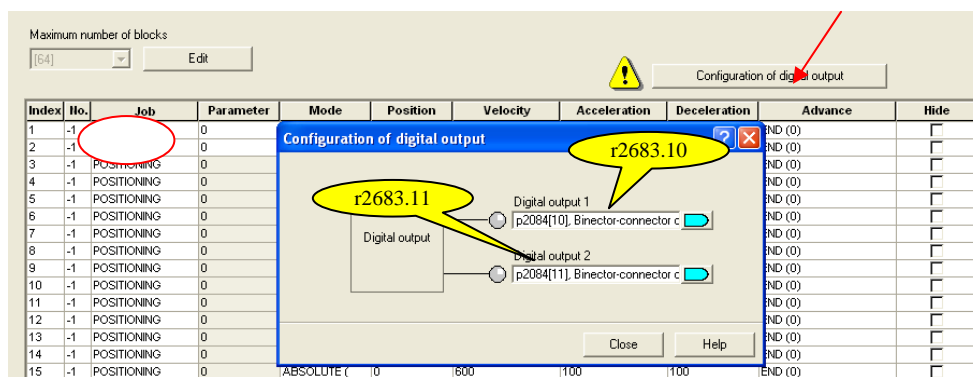

图 15
p2622[x] = 0x1: Output 1; p2622[x] = 0x2: Output 2; p2622[x] = 0x3: Output 1 和 2, 如图 15 所示:
- ✓ 任务 8 (RESET_O): 复位输出 (r2683.10&r2683.11), 如图 15 所示: